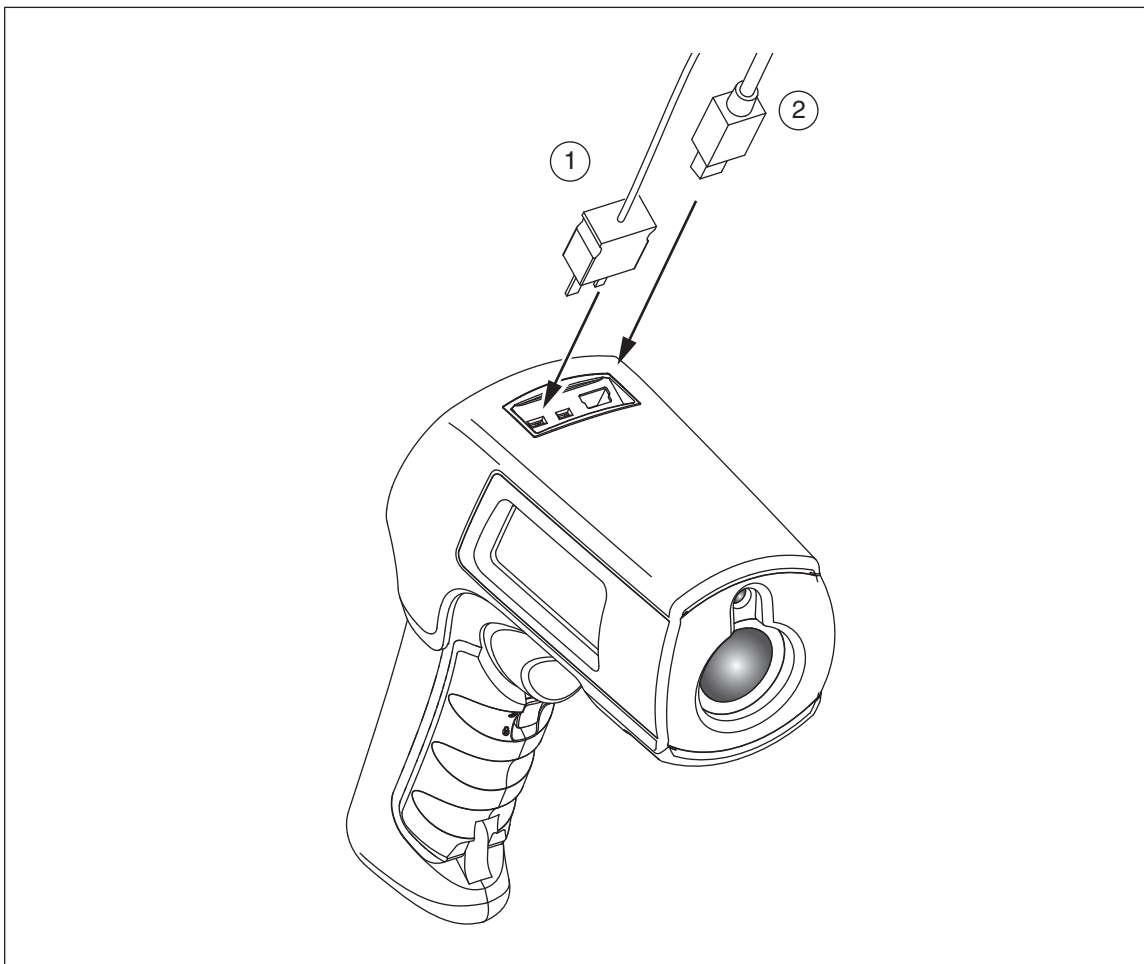

Figura 7. Conexões de termopar e USB
Os dados armazenados no 568 podem ser transferidos para um computador (PC) por meio do cabo USB e do software de documentação FlukeView[®] inclusos. Para obter mais detalhes, veja a documentação que acompanha o FlukeView[®] Forms. A entrada USB ② encontra-se na parte superior do termômetro, ao lado da entrada ① de sonda externa (veja a Figura 7).
Os termômetros vêm com uma sonda de termopar tipo K de ponta esférica. As sondas são conectadas ao termômetro pela entrada de sonda, localizada na parte superior do termômetro (veja a Figura 7).